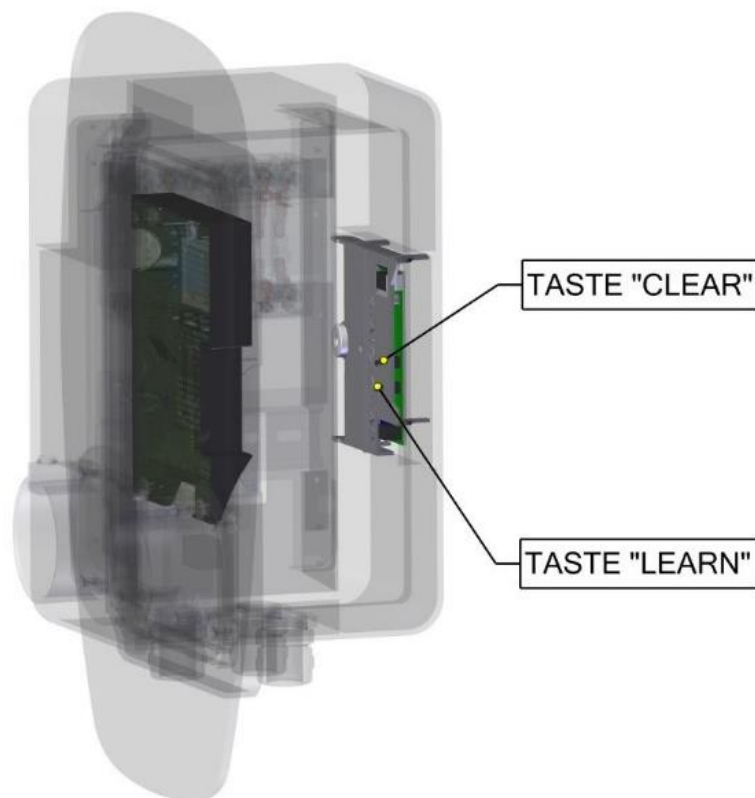

Abbildung 3 Bedienfeld des RFID-Moduls
2. Halten Sie die Taste Learn am RFID-Modul gedrückt und legen Sie die anzulernende Karte an der rechten Außenseite der Wallbox an. (siehe Abbildung 3)
2. Starten Sie den Löschvorgang, indem Sie die Tasten **Clear** und **Learn** am RFID-Modul gedrückt halten, bis die LED-Anzeige pink blinkt. Der Speicher wurde erfolgreich gelöscht. Dieser Vorgang kann bis zu einer Minute dauern. (siehe Abbildung 3)